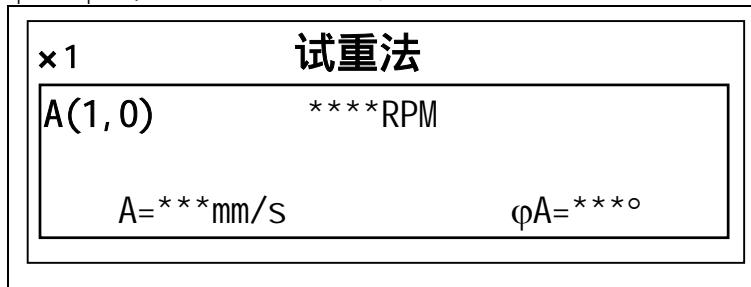

图4-16
按|回车|键，屏幕显示如图4-16。
(2) 在图4-16中，当转速值稳定在动平衡转速，振动值A、角度值φA读数稳定时，按|保持|键锁定读数，屏幕的右上角显示“**”。
(14) 按|回车|键，屏幕显示如图4-16，当转速值稳定在动平衡转速，振动值A、角度值 φA 读数稳定时，按|保持|键锁定读数，屏幕右上角显示“**”。此时可以看到A面振动值已经明显变小。